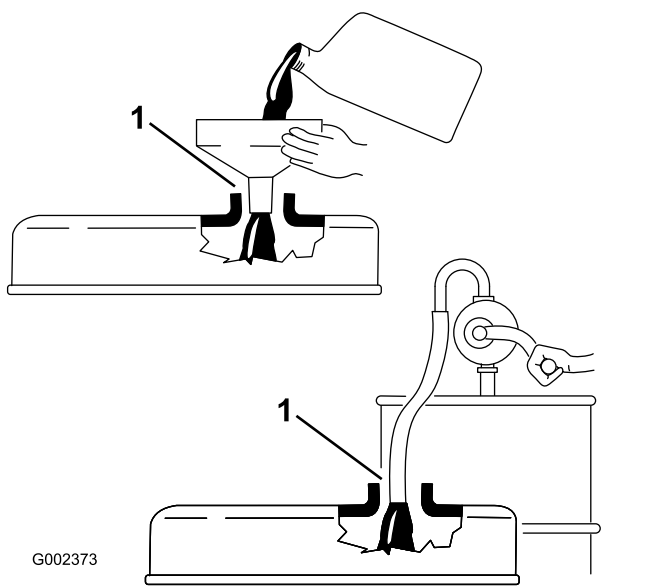

Figure 33
**Important:** Retirez la jauge de niveau lorsque vous faites le plein d'huile moteur. Lorsque vous faites l'appoint ou le plein d'huile moteur, il est *indispensable* de maintenir un espace entre le dispositif de remplissage et l'orifice de remplissage d'huile dans le couvre-culasse, comme montré à la Figure 33. Cet espace est nécessaire pour assurer l'aération pendant le remplissage et empêcher l'huile de déborder dans le reniflard.